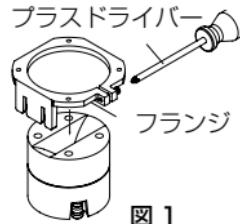

図 1
1. 本体のホーン部を上にして静かに置きます。 フランジのネジをゆるめ、図 1 に示すような向きで本体に取付けます。